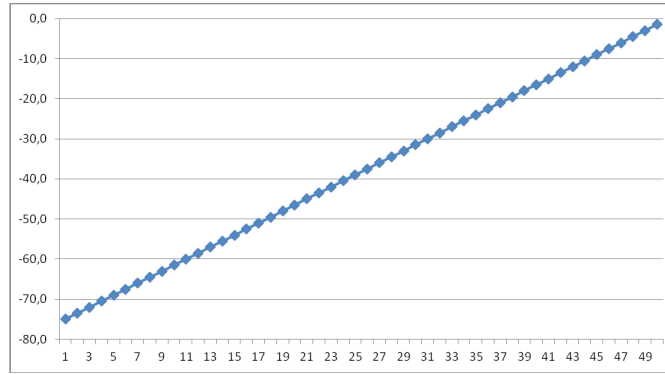

fig. 4
4. Curva #4 – Questa è una curva lineare -in-dB (fig. 4)